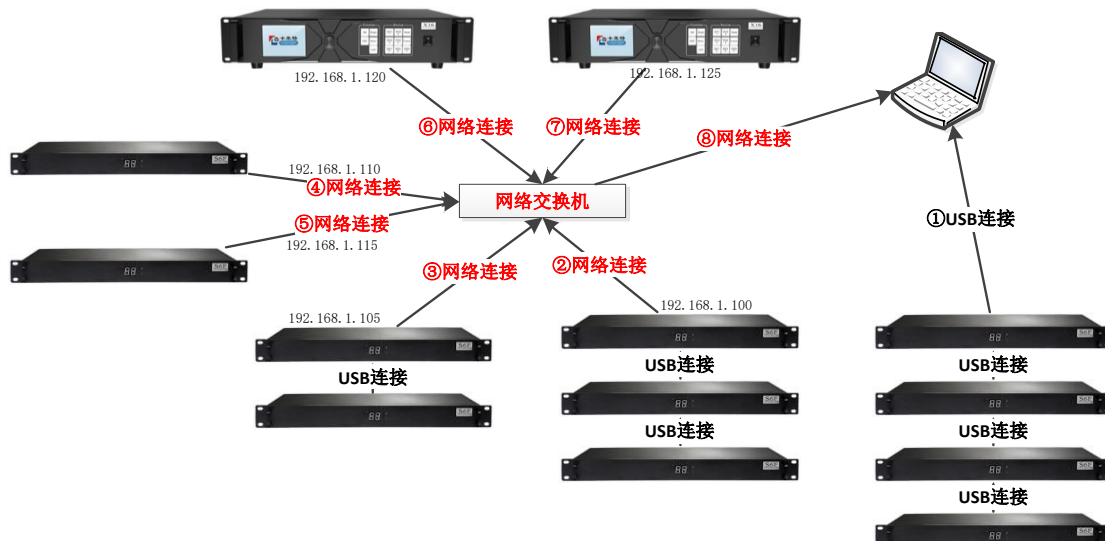

图 4.4-2 设备连接方式
在图 4.4-2 中，共有 11 台 S6F，两台 X16，其中包含的连接方式包括：
图 4.4-2 中的连接方式会在软件中以设备集方式显示，①在设备集中显示为“USB 设备”，②在设备集中显示为“网络-USB：S6F（192.168.1.100）”，③在设备集中显示为“网络-USB：S6F（192.168.1.105）”，④⑤在设备集中显示为“星型网络：S6F”，⑥⑦在设备集中显示为“星型网络：X16”。